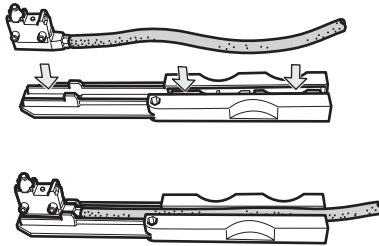

Abb. 6
- ▶ Geber mit Kabel in die Montagehilfe einlegen (Abb. 6).